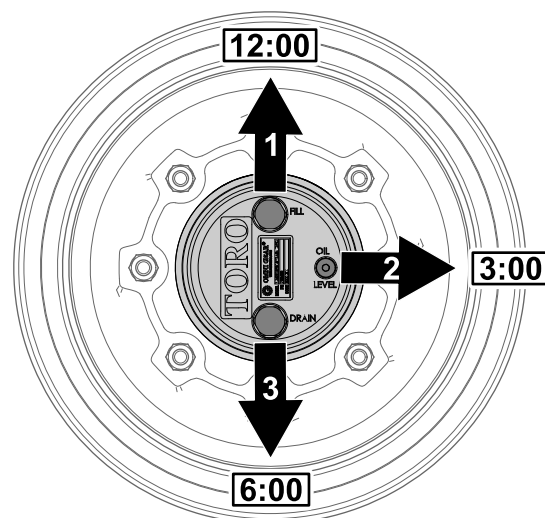

Рисунок 60
заливного отверстия находилась в положении «12 часов», пробка контрольного отверстия – в положении «3 часа», а пробка сливного отверстия – в положении «6 часов» (Рисунок 60).
2. Снимите пробку контрольного отверстия, расположенную в положении «3 часа» (Рисунок 60).
1. Припаркуйте машину на ровной поверхности, расположите колесо так, чтобы пробка заливного отверстия находилась в положении «12 часов», пробка контрольного отверстия – в положении «3 часа», а пробка сливного отверстия – в положении «6 часов»; см. Рисунок 60 в разделе Проверка масла в планетарном редукторе (страница 65).